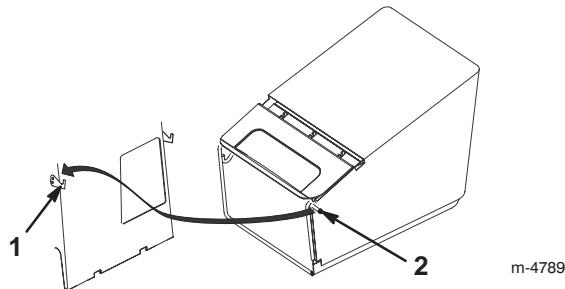

Figura 16
- Aggiionate i perni del telaio del raccoglitrone sui ganci, come illustrato nella Figura 16.
- Sollevate il raccoglitrone e togliete i perni dai ganci, come illustrato nella Figura 16.